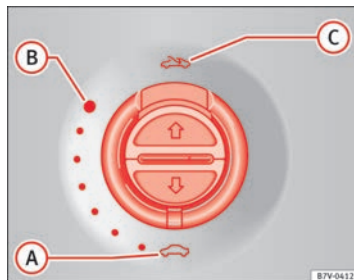

Abb. 57 Im Dachhimmel: Schalter drehen zum Öffnen und Schließen.
⇒ Abb. 57
- Schalter ⇒ **Abb. 57** muss in Stellung „Geschlossen“ gedreht sein.